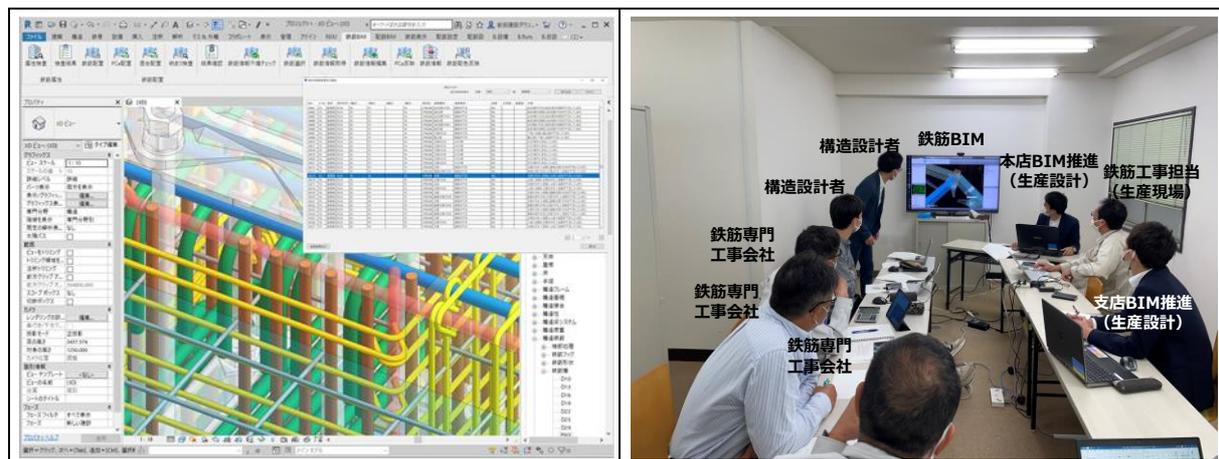

図3 自動配筋検査の状況
1. 鉄筋納まりの検討に必要なデータ作成作業が約90%短縮されました(ポイント①)。
2. 自動配筋検査(図3)により正しく作成されたデータを鉄筋専門工事が受領することで、加工図・加工帳の作成作業が約60%短縮されました(ポイント②)。